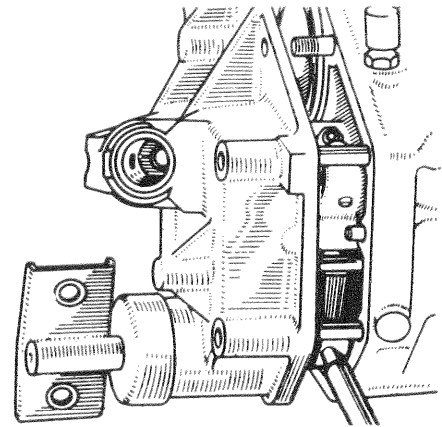

Fig. 73. — Présentation du couvercle de tachymètre et goupillage du doigt sur son axe
• Présenter le carter avant (avec son joint papier enduit de Perfect-Seal) en engageant l'axe dans le doigt de commande (fig. 73).